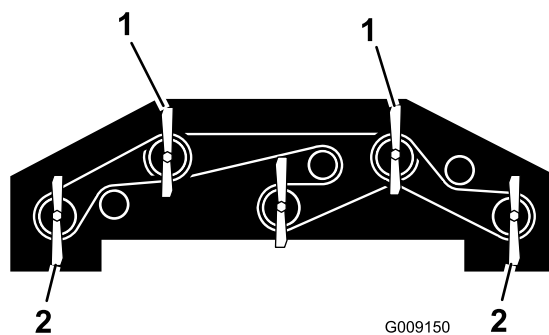

Figura 136
1. Gire las cuchillas hasta que estén orientadas directamente hacia adelante (Figura 136).